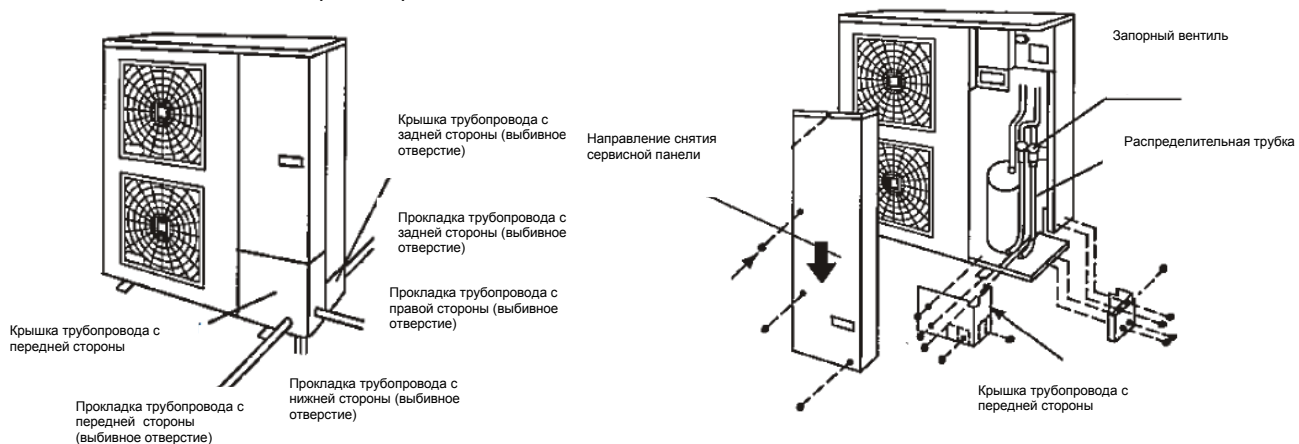

Рис. 5.1 Места присоединения трубопровода
4) Трубы могут быть подключены с четырех сторон, как показано на рис. 5.1. Снимите выбивное отверстие на сервисной панели или на нижнем основании.